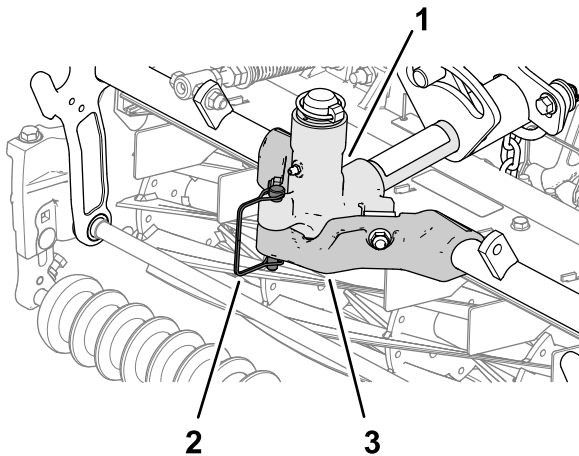

Рисунок 43
- Закрепите несущую раму режущего блока в поворотной втулке с помощью стопорного штифта, как показано на Рисунок 43.